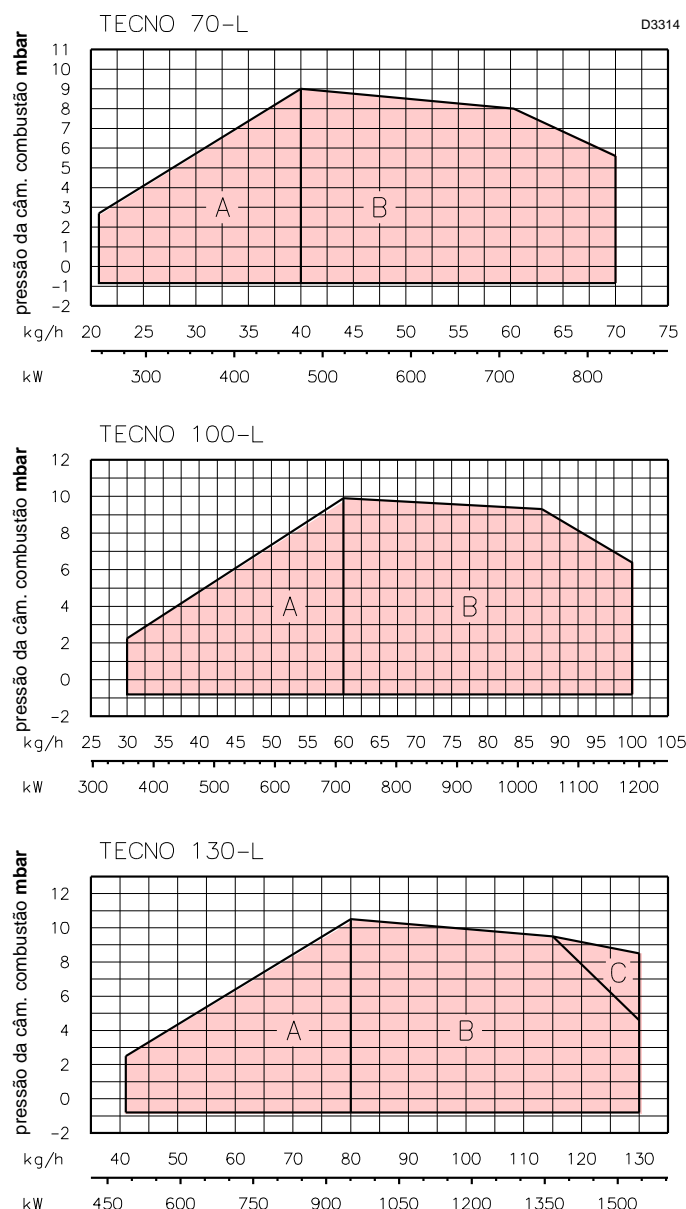

Fig. 3
3.4 Campos de trabalho (Fig. 3)